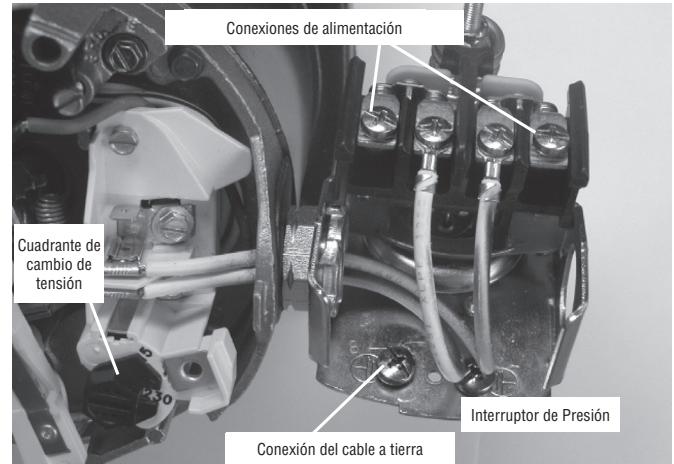

Figura 16 - Tensión configurada para 230 V tipo cuadrante.
3. Conecte los conductores de alimentación a los dos tornillos exteriores en el manóstató según se ilustra en el Figura 16.
4. Conecte el cable a tierra a una de las conexiones a tierra según se ilustra en la Figura 16.
1. Conecte el alambre de puesta a tierra primero según se ilustra en la Figura 16. El alambre de puesta a tierra debe ser un alambre de cobre sólido por lo menos tan grande como los alambres de suministro de corriente.
4. Conecte los alambres de suministro de corriente al conmutador de presión según se ilustra en la Figura 16.